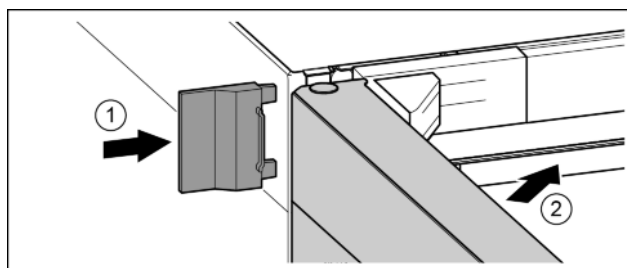

Fig. 20
- ▶ Vnější kryt nasuňte. Fig. 20 (1)
- ▶ Zavřete horní dveře. Fig. 20 (2)